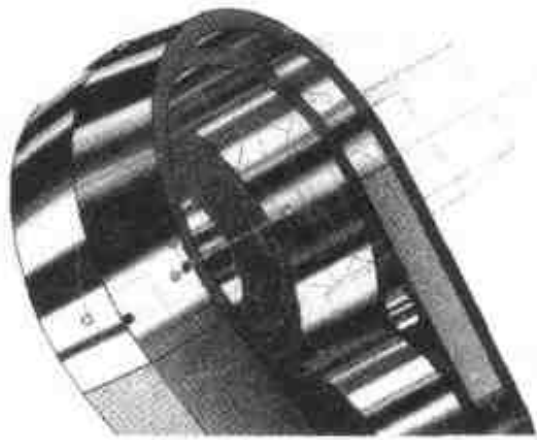
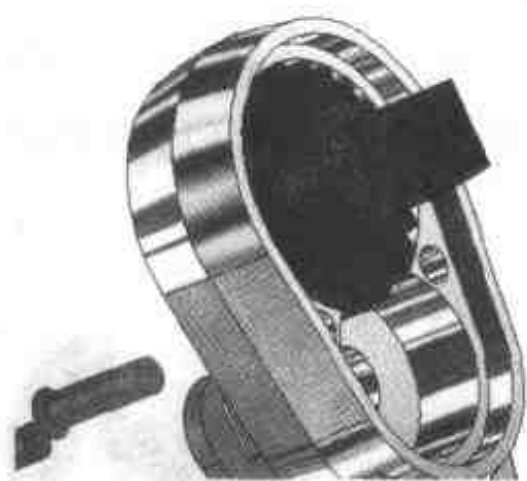

图 5.29 棘轮外形轮廓线位于壳体内
图 5.30 棘轮装配动画的结果
- (9) 把棘轮的蓝色外形轮廓移到主体内部，结果如图 5.29 所示。
- (10) 关闭【三维球】，单击动画播放【打开】按钮进入动画状态，单击【播放】按钮观察动画效果，结果如图 5.30 所示，棘轮沿直线运动，最后恰好停止在如图 5.29 所示的蓝色外形轮廓线所在位置。